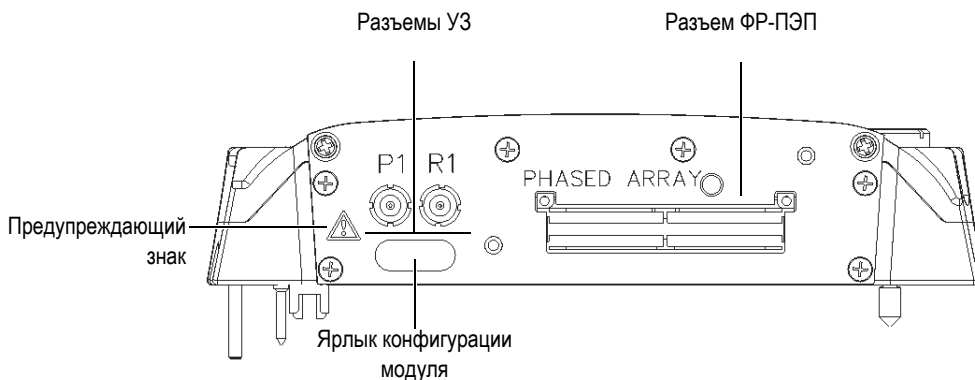

Рис. N-1 Вид модуля сбоку
- Во избежание поражения электротоком не прикасайтесь к внутреннему контакту разъемов LEMO. Напряжение на внутреннем контакте УЗ-разъемов может достигать 340 В, а на разъеме ФР - до 115 В. Предупреждающий знак рядом с разъемом LEMO обращает внимание на риск поражения электрическим током (см. Рис. N-1 на стр. 195).